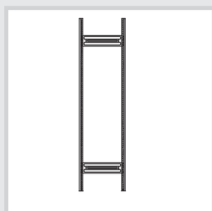
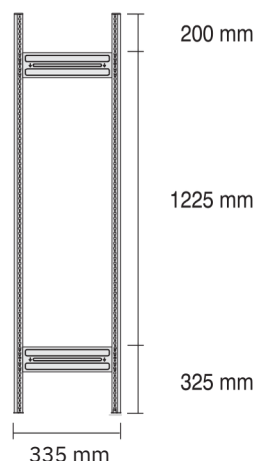

Abb. 1
Abb. 2
- (D) Zwei Stützprofile im Abstand der Stützenverbinder anordnen (Abb. 1). Stützenverbinder entsprechend Abb. 2 (die Pfeile zeigen in Richtung des Fußbodens) einsetzen und mit einem Gummihammer o.ä. in die Stützprofile einschlagen.
Achtung! Die Fixierprägung der Stützenverbinder (Abb. 2 a) muss auf beiden Seiten in die Stützprofile einrasten (Abb. 3 a).
- (F) Disposer deux profilés d'appui en laissant de la place pour les raidisseurs de montants (fig. 1). Mettre les raidisseurs de montants en place conformément à la figure 2 (les flèches sont dirigées vers le sol) et les introduire dans les profilés d'appui à l'aide d'un marteau en caoutchouc ou similaire.
Attention! La patte de fixation des raidisseurs de montants (fig. 2 a) doit se clipser dans les profilés d'appui (fig. 3 a).
- (NL) Twee steunprofielen op de afstand van de steunverbindingsstukken plaatsen (afb. 1). Steunverbindingsstukken overeenkomstig afb. 2 (de pijlen wijzen in de richting van de vloer) inzetten en met een rubberen hamer of dergelijke in de steunprofielen slaan.
De fixeeradhesie van de steunverbindingsstukken (afb. 2 a) moet aan beide kanten in de steunprofielen sluiten (afb. 3 a).
- (GB) Arrange two support frames at the correct distance for the support connection (fig. 1). Fit the support connections as shown in fig. 2 (the arrow points in the direction of the ground) and use a rubber hammer (or similar) to tap them into the support frames.
Attention! The locking pieces for the support connections (fig. 2 a) must be snapped in position on both sides in the support frames (fig. 3 a).
Abb. 2 a ☐